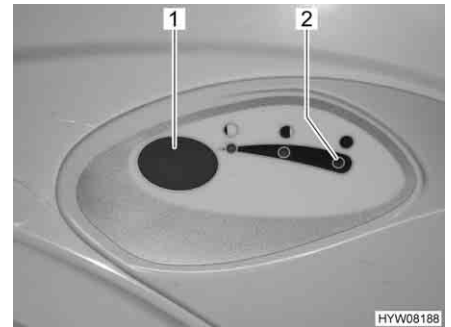

Bild 202 Spülknopf/Kontroll-Leuchte Thetford-Toilette
- Zum Spülen den blauen Spülknopf (Bild 202,1) drücken.
Die Kontroll-Leuchte (Bild 202,2) leuchtet, wenn der Fäkalientank entleert werden muss.